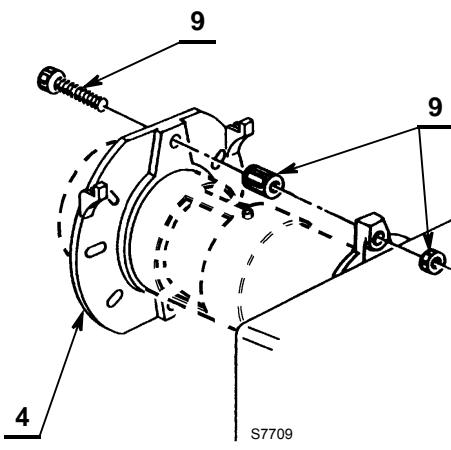

Fig. 9
- Colocar en la brida 4)(Fig. 9) el tornillo y las dos tuercas 9).